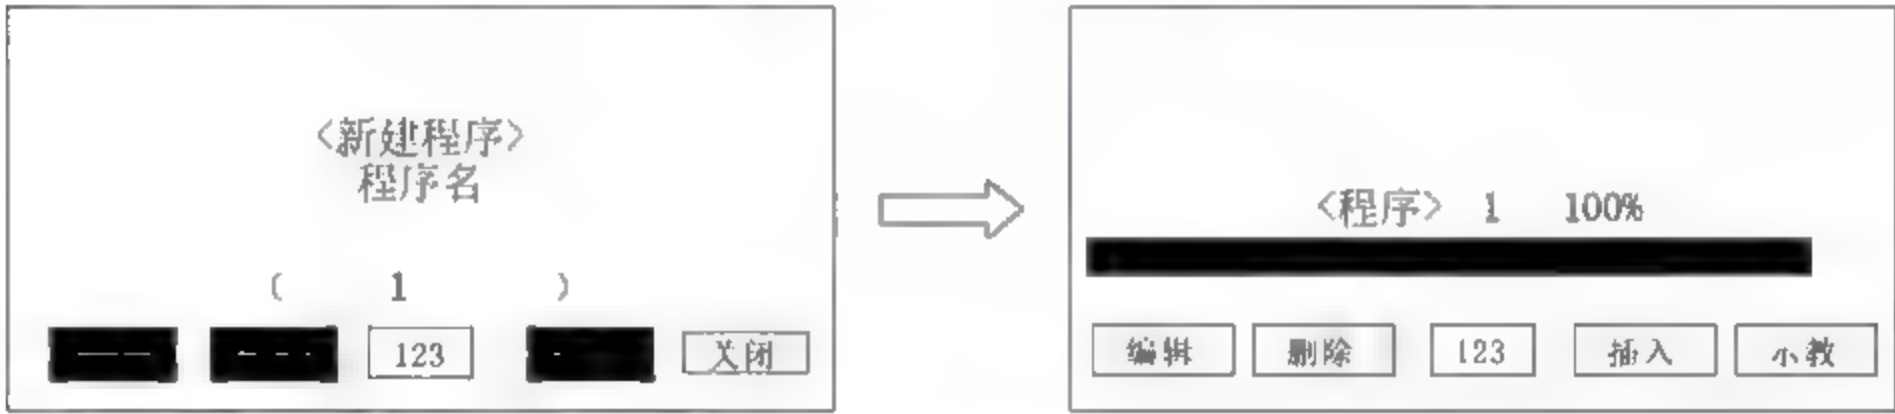

图 4-4 对新程序命名
(3) 输入程序名,按 EXE 键,进入如图 4-4 所示指令编辑界面。